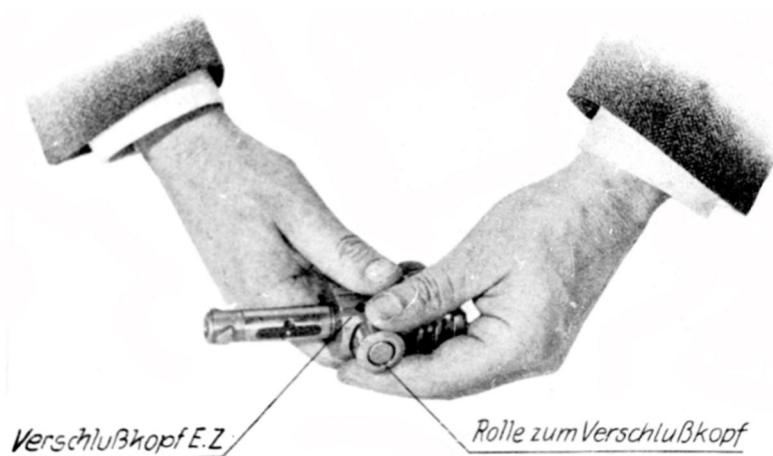

Abb. 84: Abziehen der Rolle zum Verschlußkopf EZ
a) Zerlegen des Verschlößkopfes EZ (Abb. 84)